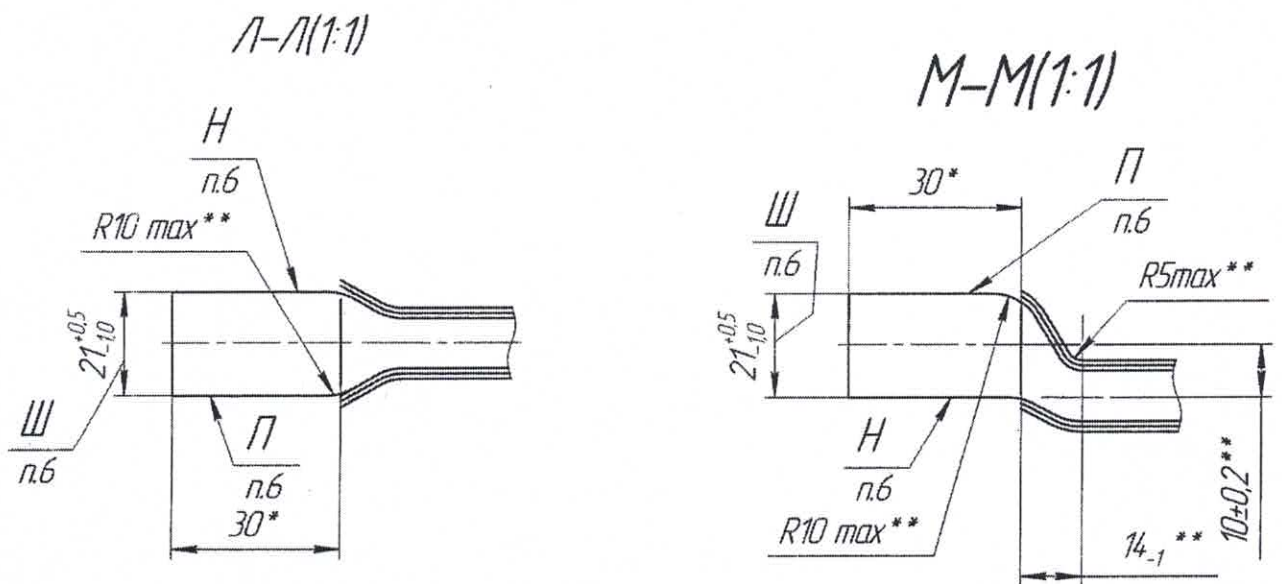

Рис.3 Требуемая форма проводников после штамповки
3. Необходимо спроектировать и изготовить «холодный» штамп позволяющий формировать «сплющивать» концы катушки, исходный размер одного элементарного проводника 4,5 x 9,5 x 30⁺¹⁰мм см рис.3